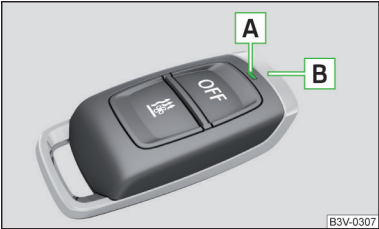

Fig. 171
**Descripción del mando a distancia » fig. 171**
La calefacción auxiliar se enciende / apaga presionando el botón. Para activar/desactivar lel mando a distancia, mantenga en posición vertical la antena **B** » fig. 171 hacia arriba. No cubrir la antena con los dedos o la palma.